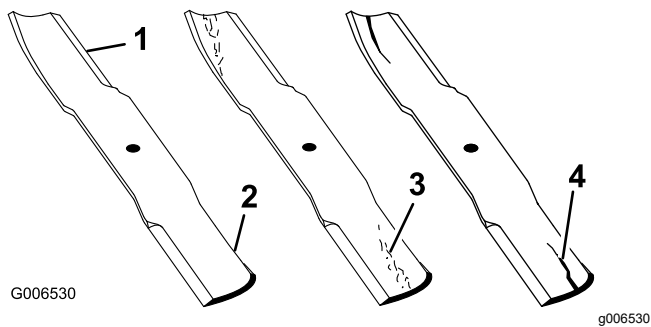

Figura 55
- Inspeccione as extremidades de corte (Figura 55).
- Se verificar quaisquer fissuras, desgaste, ou a formação de ranhuras nesta área instale imediatamente uma lâmina nova (Figura 55).